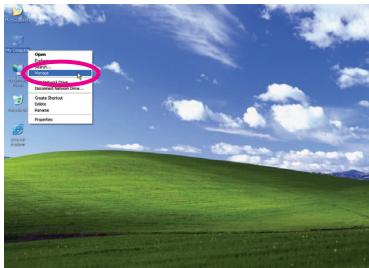
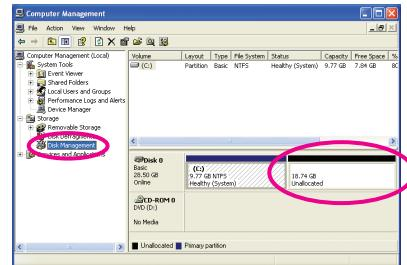

図 4
図 5
4. オペレーティングシステムをインストールしたら、デスクトップのマイコンピュータアイコンを右クリックし、**管理**を選択します(図 4)。**コンピュータの管理**をポイントして、ディスク割当をチェックします。Xpress Recovery2はバックアップファイルを割り当てられていないスペースに保存します(上の黒いストライプ)(図 5)。割り当てられていないスペースが不十分だと、Xpress Recovery2はバックアップファイルを保存できません。